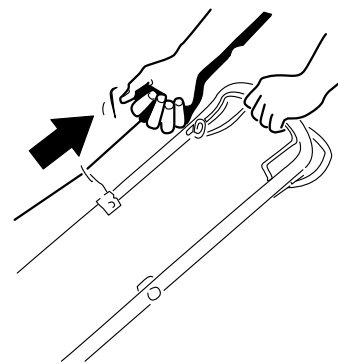

Figura 18
2. **Figura 18** Tirate leggermente la stegola dell'avviatore autoavvolgente fino ad avvertire una certa resistenza, quindi date uno strappo e lasciate che ritorni lentamente al guidacavo sulla stegola.